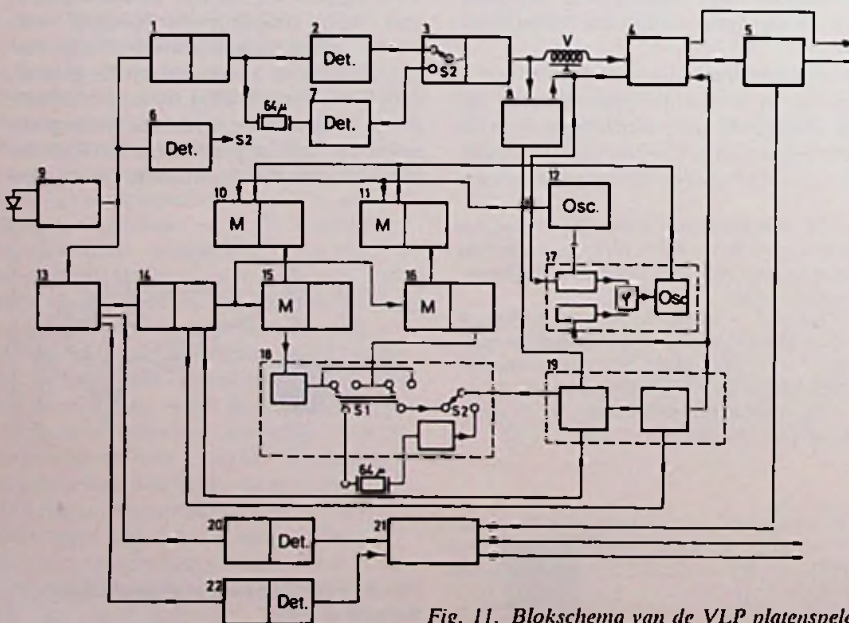

Fig. 11. Blokschema van de VLP platenspeler.
totale informatie is daarom niet in analoge, maar digitale vorm gecodeerd. Door de geringere bandbreedte van het kleur- en geluidssignaal kunnen hun amplituden ook kleiner zijn. Het uitgangssignaal van de fotodetector van de VLP platenspeler moet weer worden terugvertaald om via een monitor of televisietoestel te kunnen worden weergegeven. Behalve het demoduleren van helderheids- en geluidssignalen zijn hierbij de belangrijkste bewerkingen het transformeren en corrigeren van de hulpdraaggolf voor het kleursignaal en het zo goed mogelijk opvangen van het door eventuele beschadigingen van de plaat tijdelijk ontbreken van een signaal (drop-outs). Voor weergave via een televisietoestel moet het signaal dan nog op een geschikte UHF- of VHF-draaggolf worden gemoduleerd, om het invoeren via de antenne-ingang mogelijk te maken. De elektronische schakeling van de platenspeler zullen we behandelen aan de hand van het in fig 11 weergegeven blokschema. Het signaal van de fotodetector passeert eerst de voorversterker (9) en wordt vervolgens naar frequentie verdeeld. Het FM-sig-naal (2.5...6.5 MHz) wordt in blok (1) gecompenseerd op looptijd en frequentie. De hierop volgende FM-detector levert het video-frequente helderheids-signaal aan de schakeltrap (3), waar het wordt gecorrigeerd en via de vertraging-slijn (V) aan de klem- en opteltrap (4) wordt toegevoerd. Aan de uitgang hiervan is het complete KBOS-sig-naal beschikbaar voor weergeven via een monitor of voor opnemen op een video-recorder. Een tweede uitgang is verbonden met de UHF-modulator (5), die ook het geluidssignaal van (21) krijgt